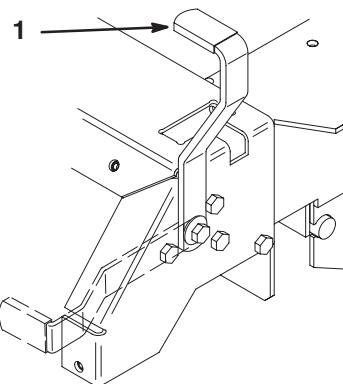

Figure 10
- 1. Mettez les leviers de commande de déplacement (Fig. 10) en position de verrouillage du point mort.
- 2. Tirez le frein de stationnement en arrière et vers le haut pour le serrer (Fig. 10).
Poussez le levier du frein de stationnement vers l'avant et vers le bas (Fig. 10) afin de le desserrer.